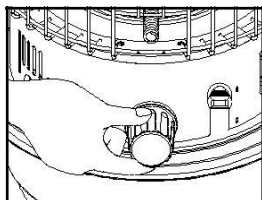

Рис. 9
- Проверните ручку, регулирующую фитиль, по часовой стрелке, пока фитиль не будет поднят на максимальную высоту. (Рис. 9)